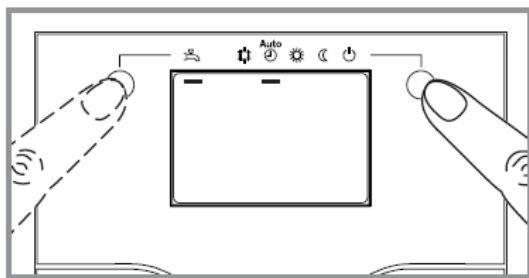

Bild 5 – Välj värmedrift AUTO och välj tappvarmläge (DHW)
- Välj automatiskt uppvärmningsläge "AUTO" (bild 5).
- Välj tappvarmvattenläge (DHW), bild 5.